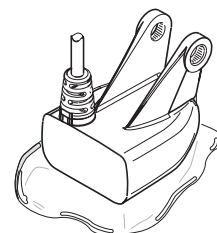

Figure 29
6. Collez le transducteur en position en le tournant légèrement dans le but d'éliminer l'air piégé dessous, en gardant l'extrémité pointue du corps du transducteur vers la proue (Figure 29).